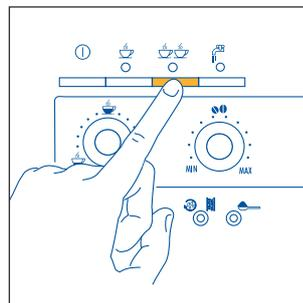

Fig.13
- 5) Premere il tasto  (fig. 12) se si vuole fare un caffè oppure il tasto  (fig. 13) se si vuole fare 2 caffè. A questo punto la macchina macina i chicchi, esegue una breve pre-infusione e poi completa l'erogazione nella tazza.
**NOTA 4:** Mentre la macchina sta facendo il caffè, l'erogazione può essere fermata in qualsiasi momento premendo il tasto ☺ (fig. 12) oppure ☺☺ (fig. 13) precedentemente selezionato.
**NOTA 5:** Appena terminata l'erogazione, se si vuole aumentare la quantità di caffè nella tazza, basta tenere premuto il tasto ☺ (fig. 12) oppure ☺☺ (fig. 13) precedentemente selezionato fino ad ottenere la quantità desiderata (questa operazione deve essere eseguita entro 3 secondi dal termine dell'erogazione).